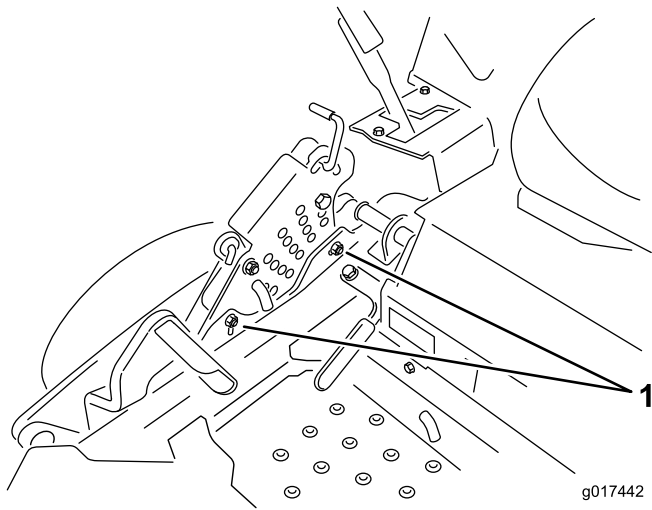

Figure 75
12. Pour régler le système monopoint, desserrez les 2 boulons au bas de la plaque de hauteur de coupe (Figure 75).
14. Serrez les 2 boulons au bas de la plaque de hauteur de coupe (Figure 75). T